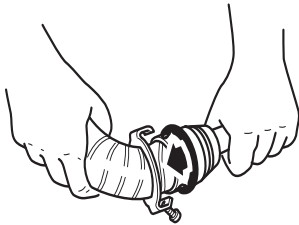

Abb. 27
- ▶ Das Abgasrohr entsprechend der Einbausituation biegen. Das Rohrende muss mindestens 2 cm gerade verlaufen und darf in diesem Bereich nicht gekrümmt sein. Um das zu gewährleisten kann die als Zubehör erhältliche Biegevorrichtung AE (Art.Nr. 30030-33000) ist für das Biegen des Abgasrohrs verwendet werden (Abb. 27).